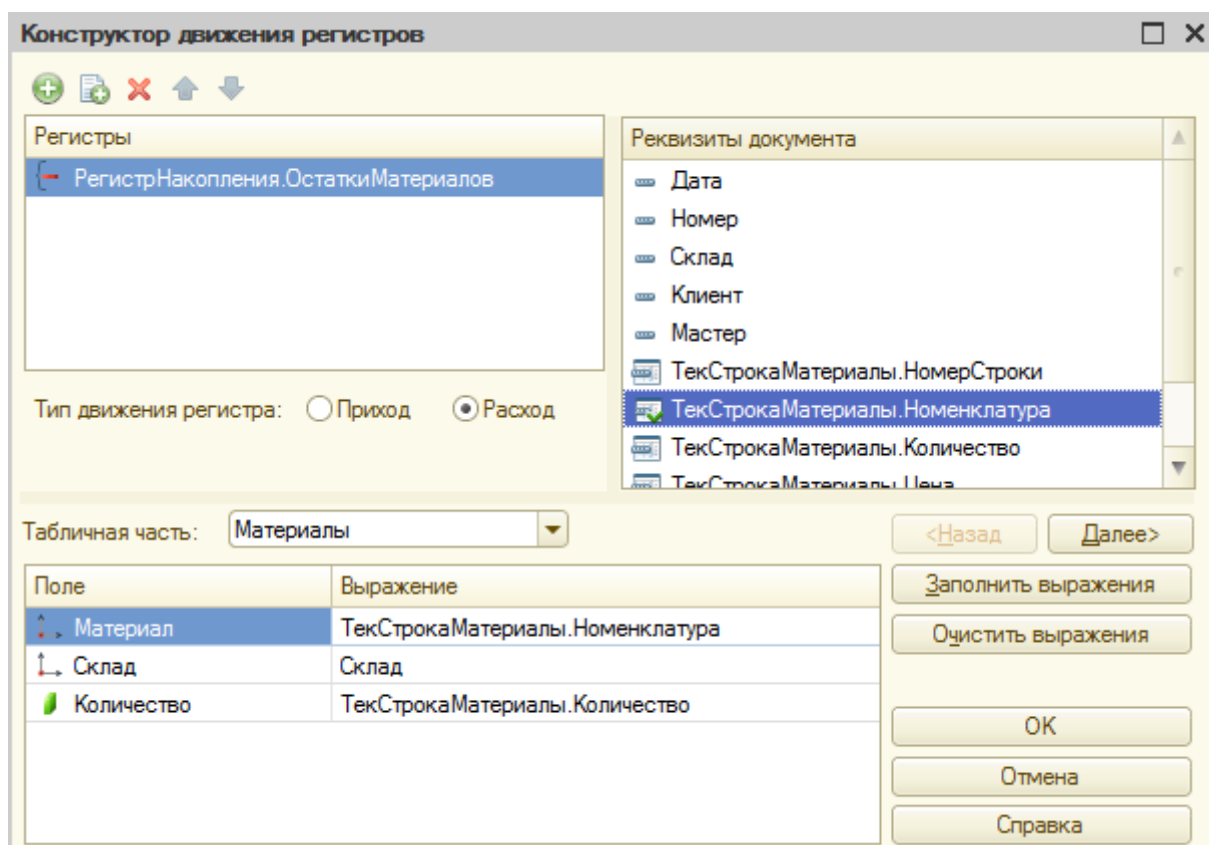

Рисунок 44 Конструктор движения для документа «Оказание услуг»
10. В документе **ОказаниеУслуги** на вкладке «**Движения**» укажите регистр **Остатки материалов**. Нажмите кнопку «**Конструктор движения**» и измените **Тип движения** регистра на **Расход**. Нажмите на кнопку «**Заполнить выражения**». В поле **Табличная часть** выберите **Материалы**. Напротив поля регистра **Материал** выберите **ТекСтрокаМатериалы.Номенклатура**, иначе записи табличной части выбираться не будут. В поле регистра **Количество** выберите из окна реквизитов **ТекСтрокаМатериалы.Количество**. Нажмите «**ОК**» (рис. 44).